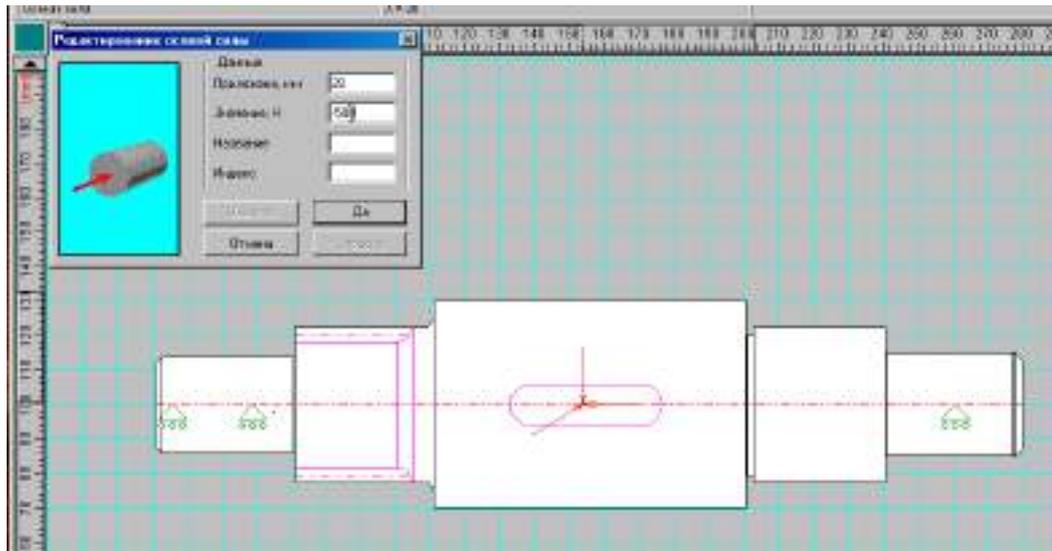
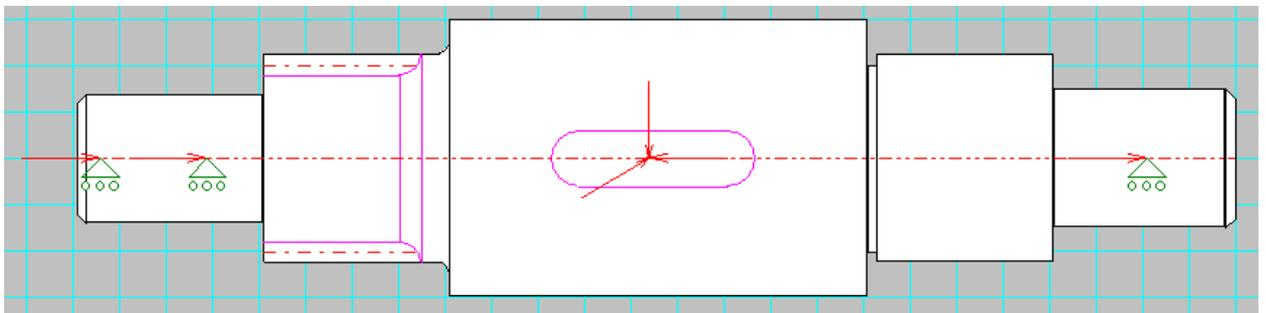

Рисунок 2.29
Рисунок 2.30
**Задание 16.** Приложите к первой, второй, третьей опорам осевые силы, равные 500Н и направленные в обратном направлении (рисунок 2.29, рисунок 2.30)